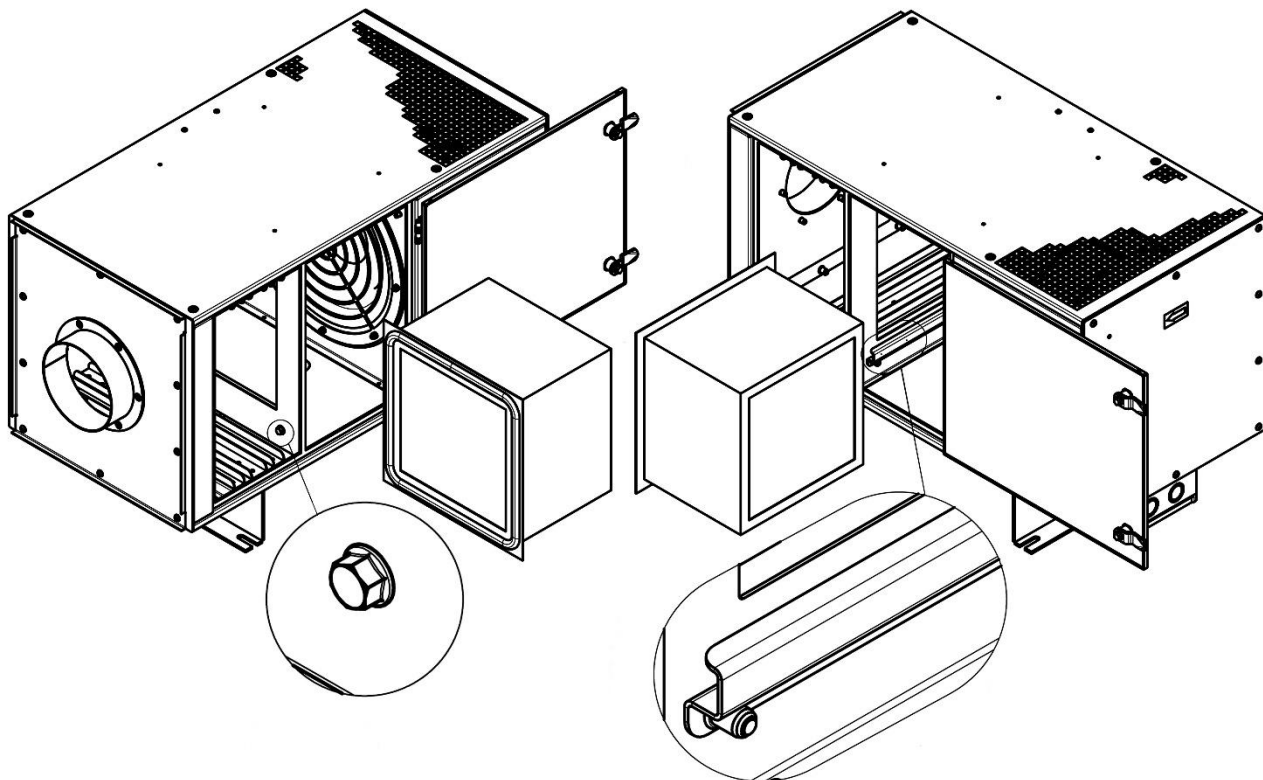

Рисунок 3
- 2) ослабить болты М6 прижимных планок (рисунок 3);